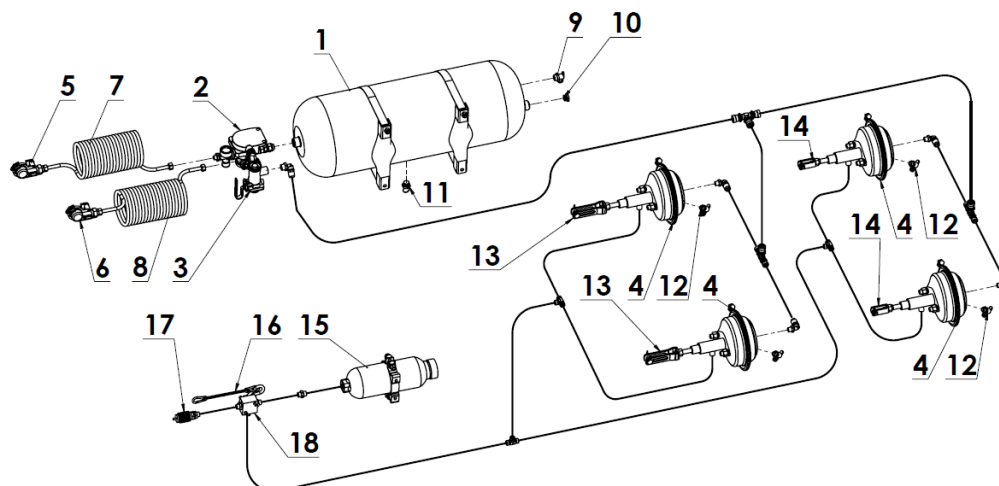

Abbildung 12. Hydropneumatische Bremsanlage - Dungstreuer N267/2:
- Hydropneumatische Bremsanlage N267/2 (Abbildung 12),
Eine weitere Option für die Bremsanlage ist die hydropneumatische Bremsanlage. Dieses System ist eine Kombination aus hydraulischer und pneumatischer Zweikreisbremse. Je nachdem, mit welcher Art von Bremsen der Schlepper ausgestattet ist, können Sie entsprechend die hydraulische oder pneumatische Bremsanlage anschließen - Abbildung 12.